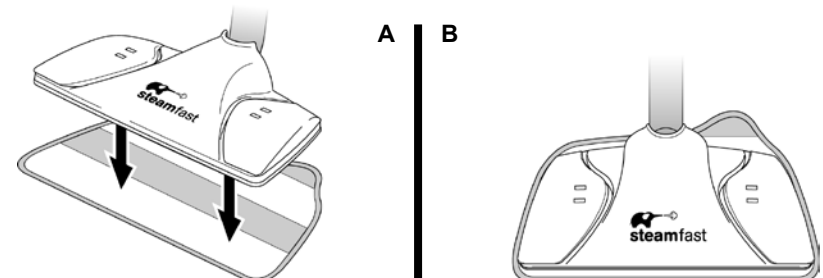

FIGURA 3
2. Alinee el Cabezal del Trapeador sobre el Cojín de Microfibra. Asegúrese que el Cabezal del Trapeador esté orientado con el Cojín como se muestra, y lo más centrado posible (FIGURA 3-A).
3. Presione firmemente el Cabezal del Trapeador sobre el Cojín de Microfibra. Las tiras de sujetador se adherirán a las Abrazaderas debajo del Cabezal del Trapeador. Ahora el Cojín debe estar adherido y listo para ser usado (FIGURA 3-B).